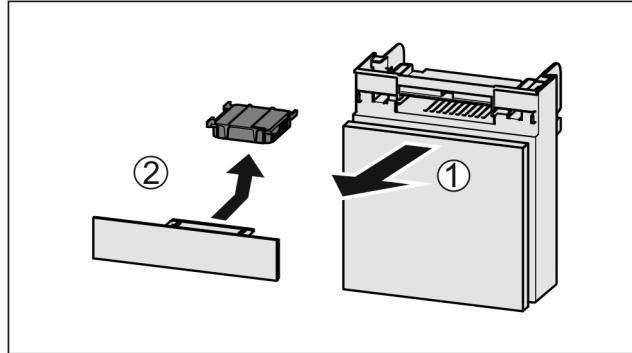

Fig. 51
- Vytiahnite zásuvku smerom dopredu Fig. 51 (1).
► Vyberte aktívny uhlíkový filter Fig. 51 (2).